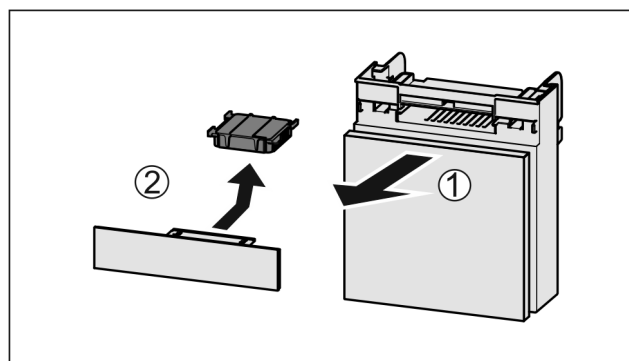

Fig. 122
- Extrageți Fig. 122 (1) compartimentul către înainte.
- Scoateți Fig. 122 (2) filtrul de cărbune activ.